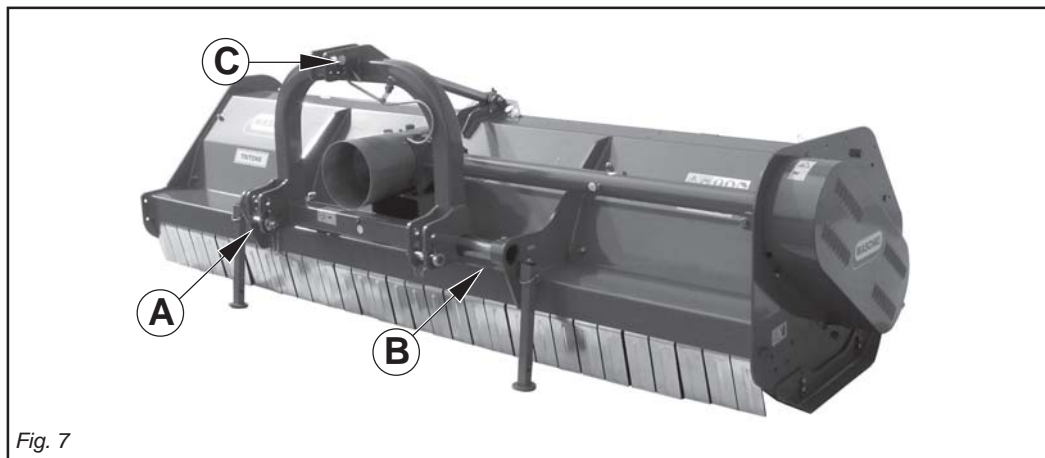

Fig. 7
Le piastre (A-B-C Fig. 7) vanno montate sempre e solo come illustrato in Fig. 7 con i fori posizionati anteriormente al tubo quadro.
The plates (A-B-C Fig. 7) are always mounted only as illustrated in Fig. 7, with the holes positioned in front of the square tube.
Plăcile (A-B-C Fig. 7) sunt montate cum este indicat în Fig. 7 cu orificiile poziționate anterior cadrului.
- 1- Accostare le barre del sollevatore ponendole all'interno delle piastre (A-B-C Fig. 7), inserire il perno nel foro predisposto e bloccare con le copiglie a scatto.
- 4 -Collegare il terzo punto superiore (C Fig.7) ed effettuare una corretta regolazione con il tirante, verificando che il piano superiore della macchina risulti parallelo al piano terra.
- 1- *Near the lift bars, setting them in the most suitable plates (A-B-C Fig. 7). Insert the pin into the relative hole and lock in place with the snap-in split pins.*
- 4 - *Connect the upper third-point (C Fig. 7) and correctly regulate by means of the adjuster, checking that the upper surface of the machine is parallel to the ground. This is very important since it achieves parallelism between the axis of the machine and that of the tractor pto.*
- 1- Apropiați barele elevatorului și așezați-le în interiorul plăcilor (A-B-C Fig. 7), introduceți bolțul în orificiul prevăzut și blocați-l cu știftul prevăzut.
- 4 - Conectați al treilea punct superior (C Fig. 7) și efectuați o reglare corectă cu tirantul, verificând ca planul superior al mașinii să fie paralel cu cel al solului. Acesta este un lucru foarte important, cu scopul de a obține paralelism între axul arborelui prizei de forță a mașinii și cel al prizei de forță a tractorului.